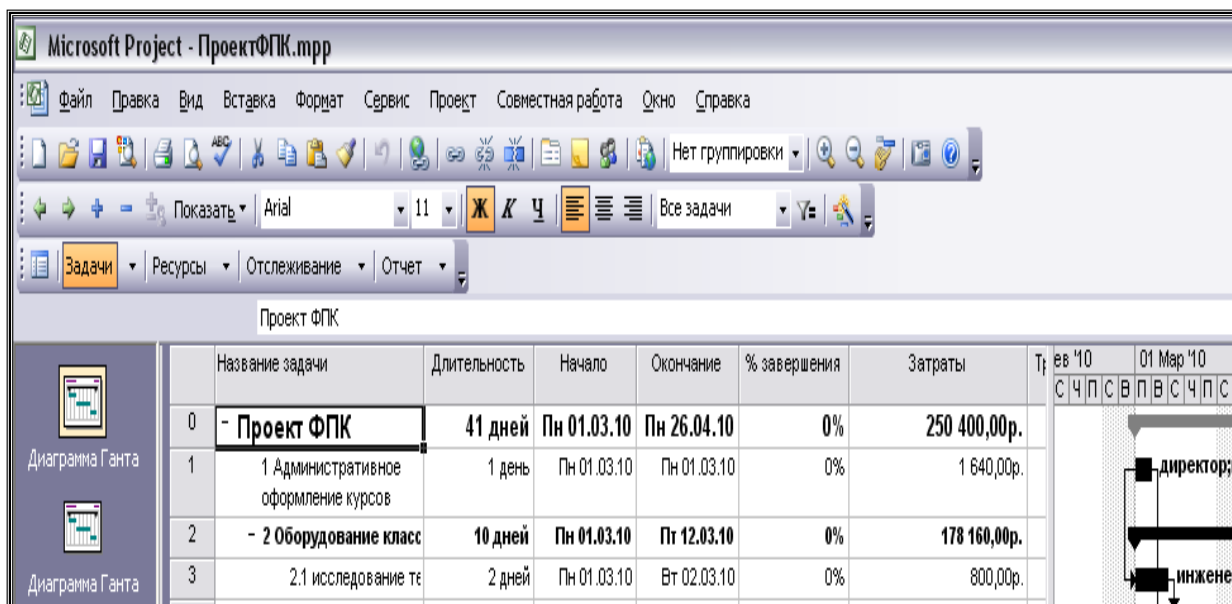

Рис. 22. Стоимость проекта (250400,00 руб.) в представлении **Диаграмма Ганта**
10. Определите стоимость (бюджет) проекта и его длительность. Стоимость проекта показывает **суммарная задача проекта** - представление **Диаграмма Ганта**, таблица **Суммарные данные** (рис. 22), или диалоговое окно «Статистика» (через команды **Проект – Сведения о проекте – кнопка «Статистика»**).